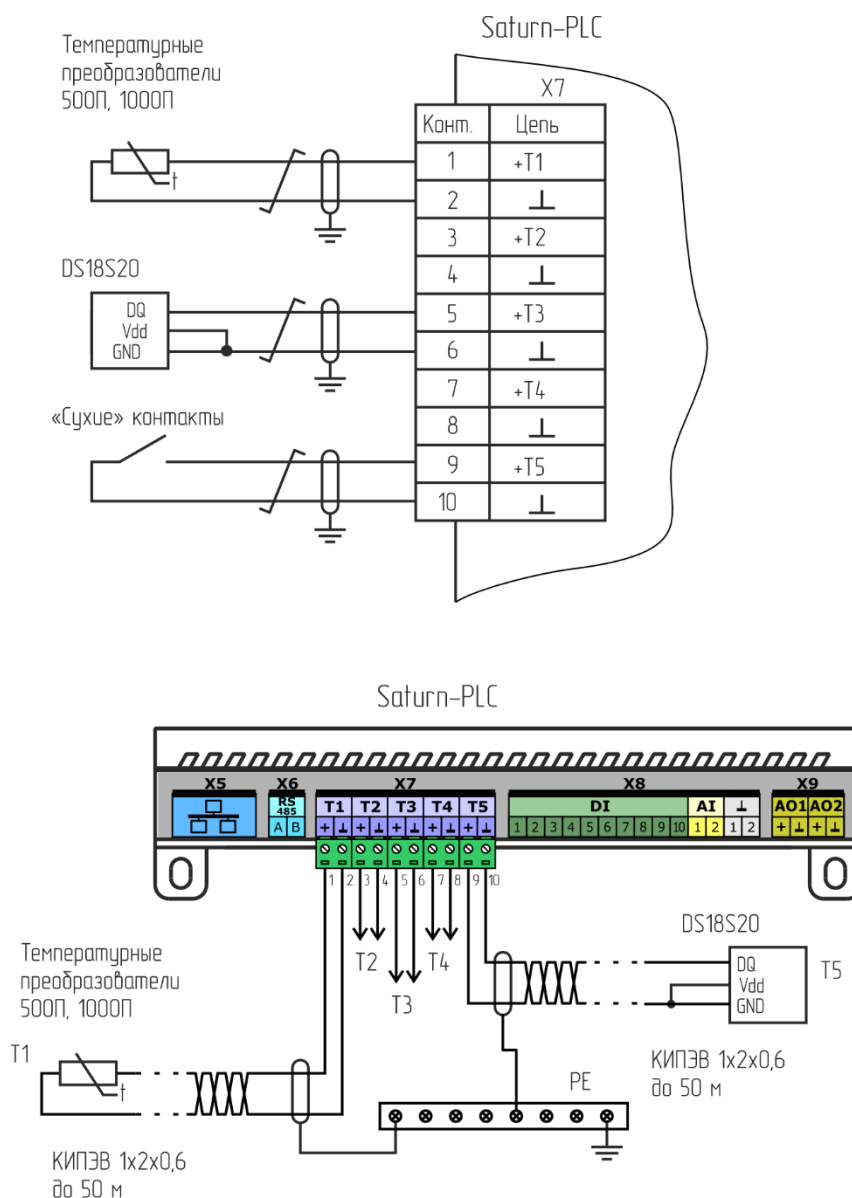

Рисунок 3 – Подключение датчиков ко входам T1-T5
7. Подсоединить к ответной части клеммного соединителя разъема X7 «под винт» кабеля экранированная «витая пара» термометров (рисунок 3). Рекомендуемый тип кабеля КИПЭВ 1х2х0,60 длиной до 50 м. Экран кабеля следует заземлять только в одной точке, например, в монтажном шкафу.